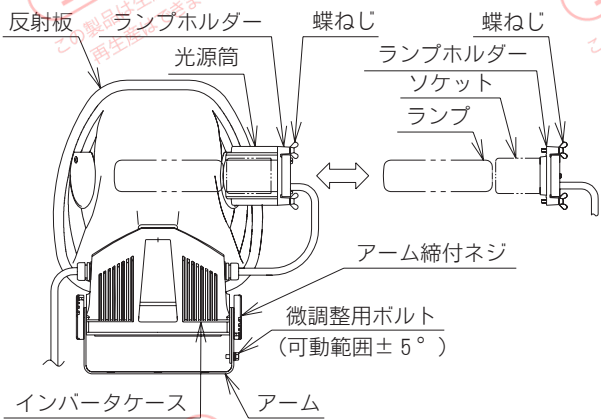
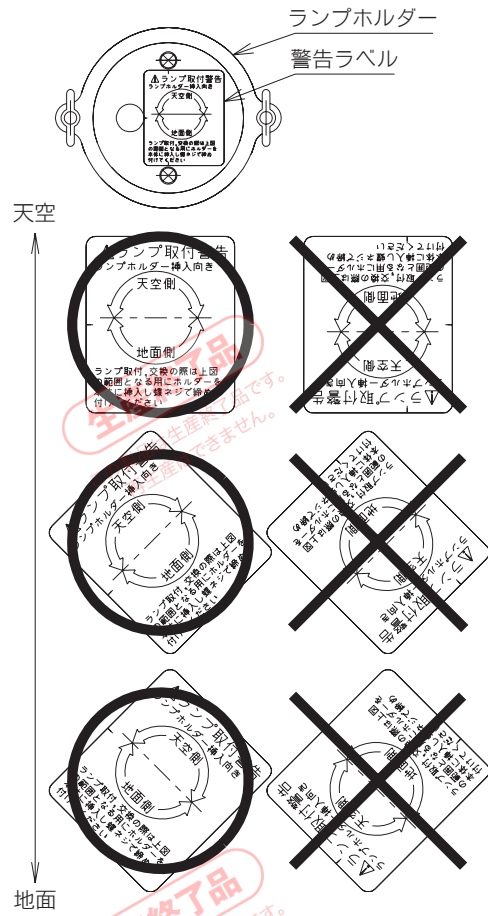

図 3
図 4 ランプホルダー挿入向き
2. 照明器具の光源筒とランプホルダーの取付けは、図 3 のように光源筒にランプホルダーを挿入し 2ヶ所の蝶ねじを平均的に締付けてください。取付けが不完全な場合、落下、浸水の原因となることがあります。ランプの挿入向きは図 4 のように警告ラベルの天空側の範囲が上になるように挿入し、取付けてください。挿入向きにより色むらの原因となることがあります。
1. 図 3 のアーム締付ねじを緩めて照射角度に合わせてください。
4. 10° 以下の微調整が必要な場合はアーム締付ねじを若干緩め、図 3 の微調整用ボルトを緩めて微調整をおこなってください。微調整の範囲は± 5° です。調整後、微調整用ボルト、およびアーム締付ねじをしっかりと締付けてください（図 7）。